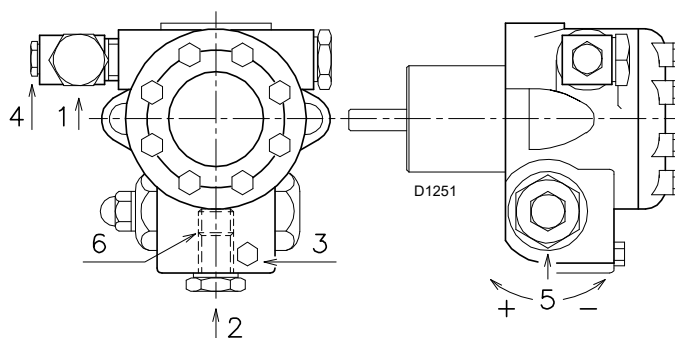

Fig. 21
Las bombas tienen un by-pass que comunica el retorno con la aspiración. Están instaladas en el quemador con el by-pass cerrado por el tornillo 6)(Fig. 21). Así pues, es necesario conectar los dos tubos flexibles a la bomba.
- Para que la bomba pueda autocebarse, es indispensable aflojar el tornillo 3) de la bomba, véase Fig. 21, para purgar el aire que pueda haber en el tubo de aspiración.
- Cuando el gasóleo sale por el tornillo 3)(Fig. 21), la bomba está cebada. Detener el quemador: interruptor 1)(Fig. 25, en pág. 23) en posición "OFF" y enroscar el tornillo 3).